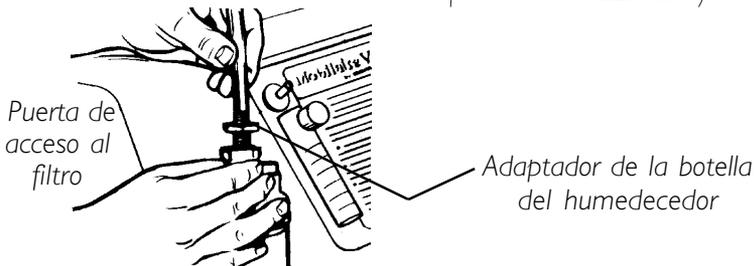

FIGURA 4 - CONEXIÓN DEL ADAPTADOR DEL HUMEDECEDOR
3. Retire del humidificador la puerta de acceso al filtro situada dentro del concentrador. Inserte un destornillador plano en el surco de la placa en el borde superior de la compuerta de acceso al filtro y haga palanca suavemente para abrir dicha compuerta (**FIGURA 4, DETALLE "A"**).
4. El adaptador del humidificador está situado junto al filtro de entrada. Tire dicho adaptador hacia arriba para retirarlo (**FIGURA 4, DETALLE "B"**).
5. Conecte el humidificador girando la tuerca mariposa en la botella del humidificador en sentido antihorario hasta que quede apretada firmemente (**FIGURA 4, DETALLE "C"**).